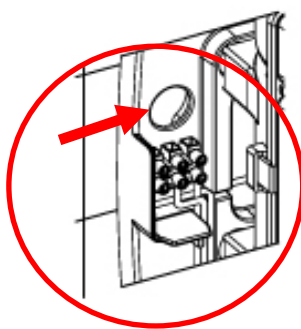

Figure 5
- Passer les câbles d'alimentation provenant du réseau électrique à travers l'orifice de 0.87" (22 mm) de diamètre qui se trouve sur la barrette de connexion de l'appareil (Figure 5)